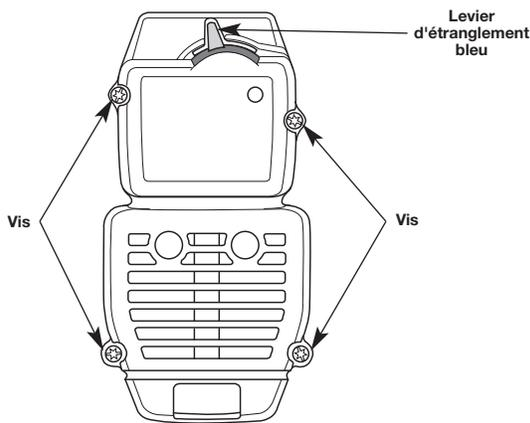

Fig. 35
2. Retirez les quatre (4) vis retenant le couvercle du filtre à air/silencieux (Fig. 35). Servez-vous d'un tournevis à lame plate ou à mèche no. 20 Torx.
2. Insérez les quatre (4) vis dans les trous du filtre à air/couvercle du silencieux (Fig. 35) et vissez sans trop serrer. **Évitez de trop serrer.**